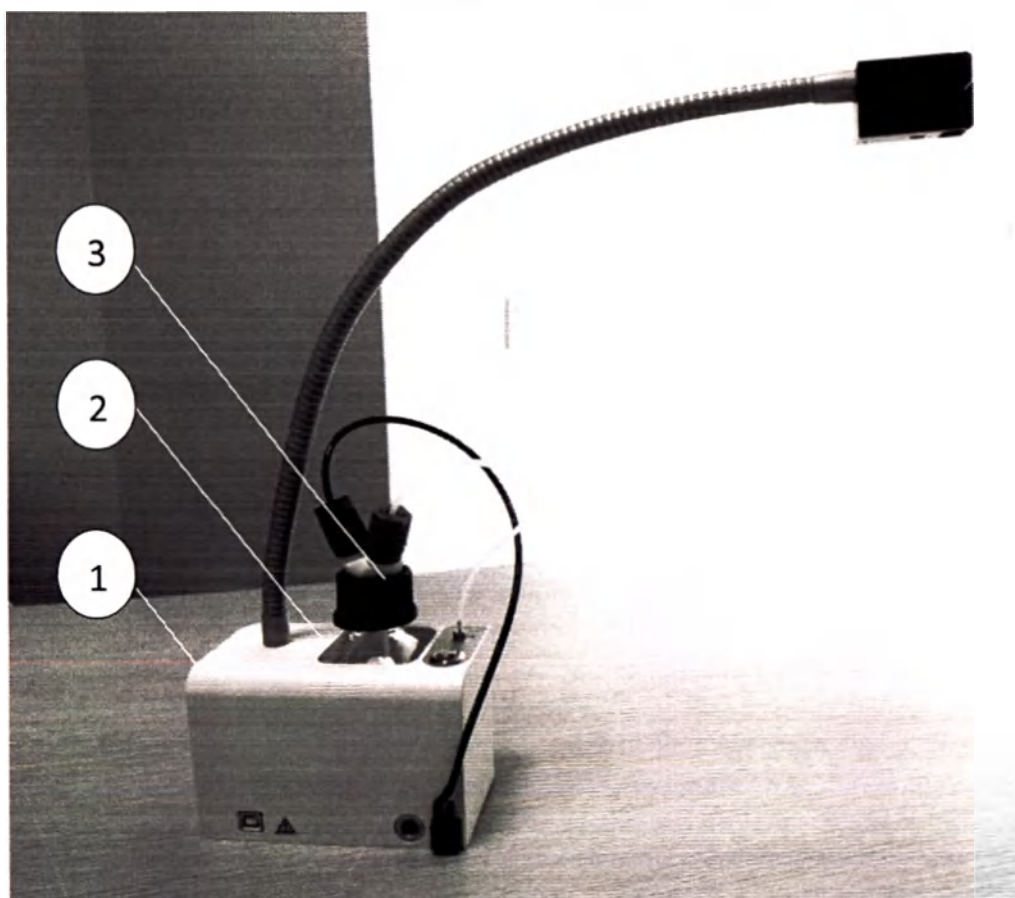
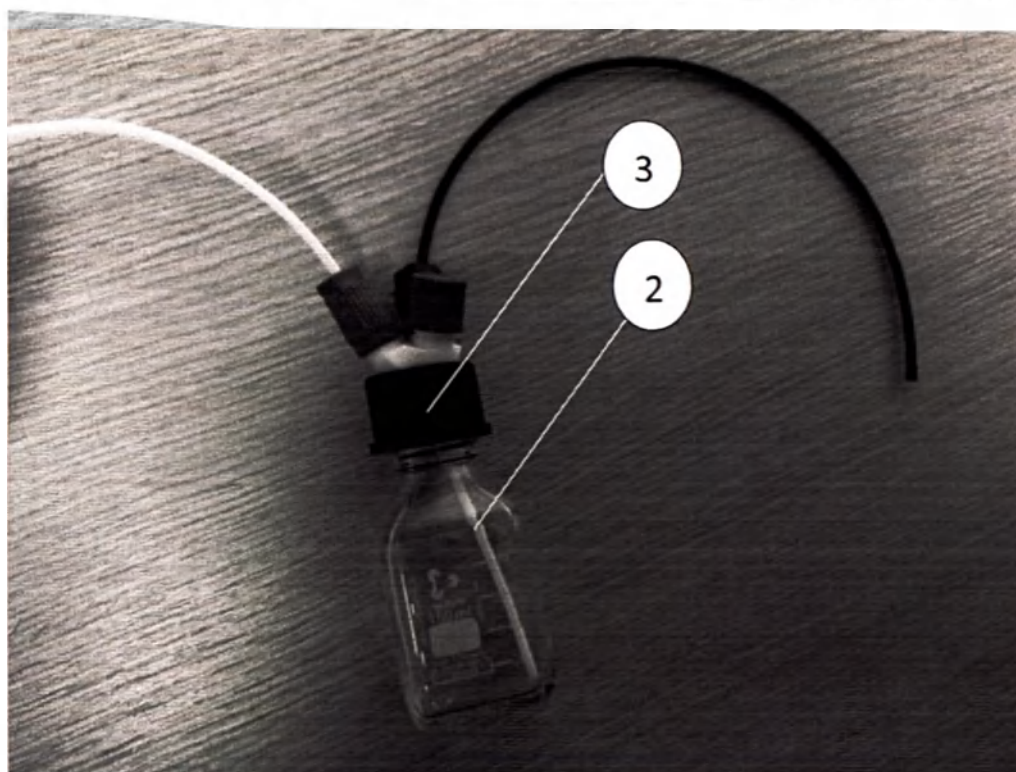

Рисунок 117 - Система подачи иммерсионного масла
Рисунок 118 – ② бутылка для иммерсионного масла и ③ крышка-распределитель с трубками для бутылки
- 1) Податчик иммерсионного масла (поз. ①, Рисунок 117),
- 2) бутыл для масла (поз. ② Рисунок 117, поз. ② Рисунок 118),
- 3) крышка-распределитель с трубками для бутылки (поз. ③ Рисунок 117, поз. ③ Рисунок 118),